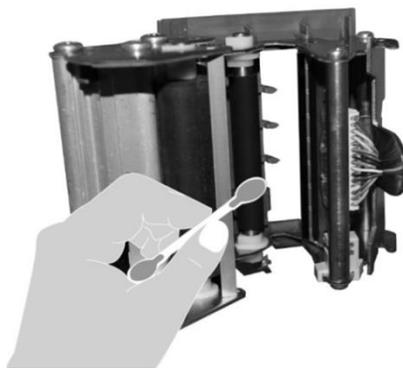

Figura 21. Limpieza de cabezal.
4. Humedecer con alcohol isopropílico un hisopo y frotar suavemente sobre la superficie del cabezal impresor, ver figura 21. Esperar unos minutos hasta que los restos de alcohol se hayan evaporado.